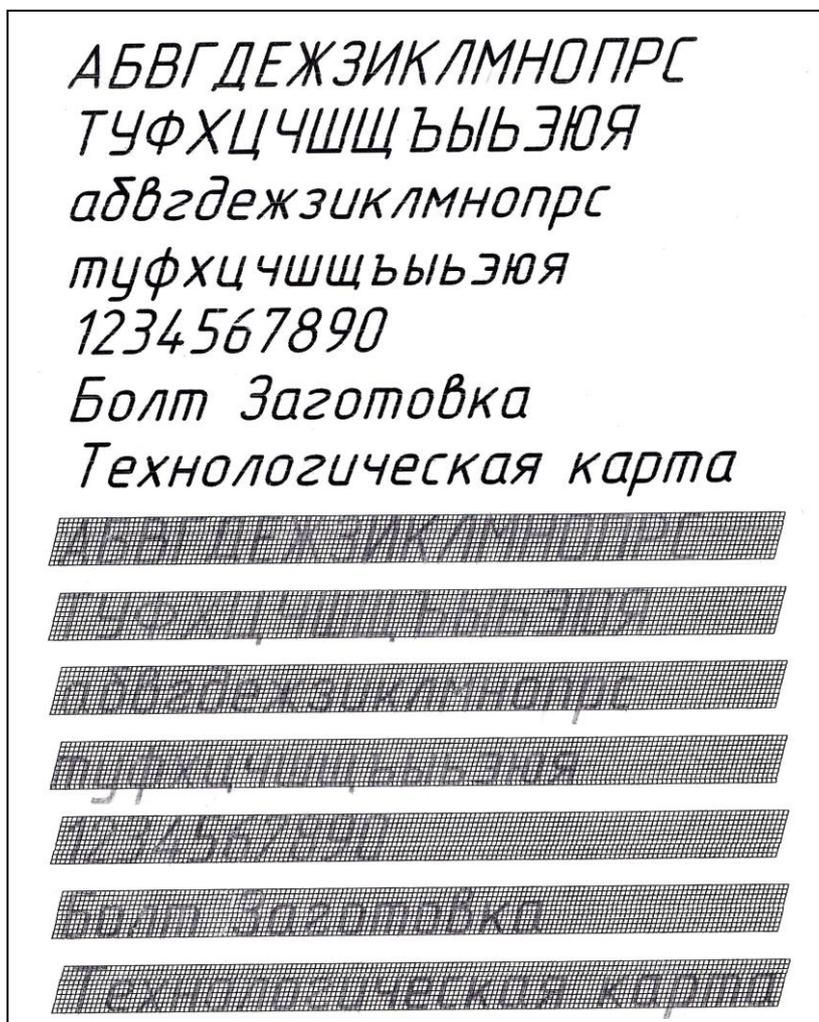

Рисунок 2 – Пример выполнения задания
4. Выполнить строчные буквы твердым карандашом тонкими линиями на шаблоне или миллиметровой бумаге (см. рис. 2);
Требования к содержанию и оформлению отчета: графическая работа, выполненная по образцу – рис. 2.